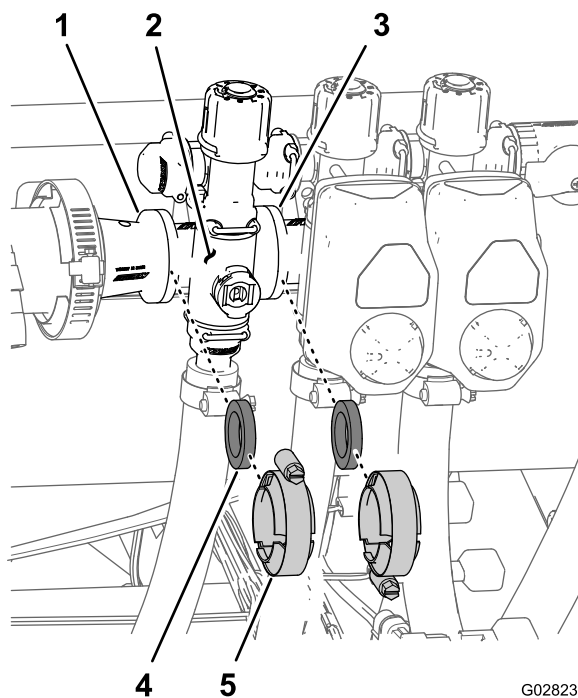

Figura 102
1. Retire as braçadeiras e as juntas que fixam o coletor da válvula de secção à válvula de secção adjacente (se válvula de secção esquerda e acoplador de redução) como se mostra na Figura 102.